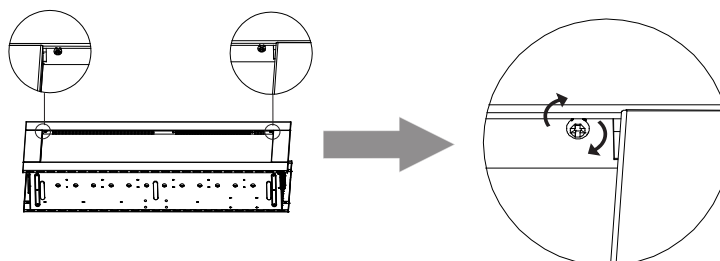

Fig. 3
- Fixez les garnitures en resserrant les vis de sécurité (**Fig. 3**).